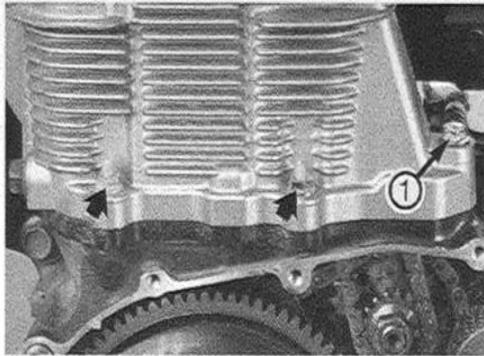

Bild 149
- Am Zylinderkopf neben Steuerkettenschacht Zylinderbolzen ausdrehen. Am Zylinderfuss drei Befestigungsmuttern (Bild 149) ausdrehen.
- Zylinderfussmuttern (Bild 149) anziehen (8 – 12 Nm). Befestigungsschraube ① mit Dichtung anbringen.